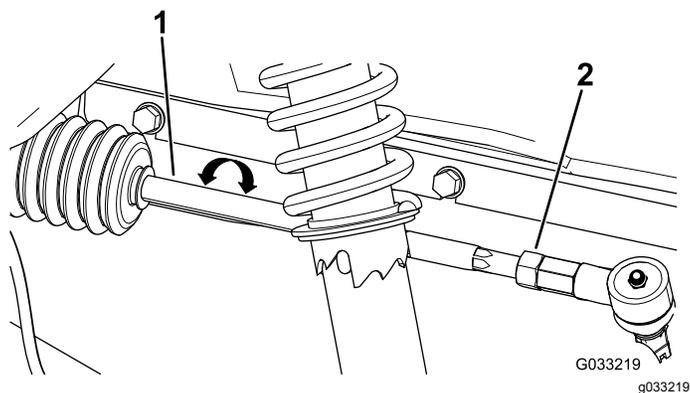

图 50
2. 如果测量值超出 06mm 应松开横拉杆外端的锁紧螺母图 50。